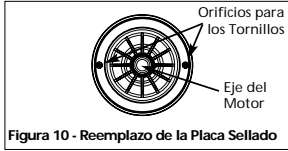

Figura 10 - Reemplazo de la Placa Sellado
- Deslice con cuidado la placa de sellado sobre el eje de modo que no se mueva el sello de su posición en la placa de sellado. Durante el ensamblado, la placa de sellado debe estar orientada de modo que los dos orificios estén en una línea horizontal a través del eje del motor y que las cuatro (4) clavijas de localización de la parte posterior estén alineadas con las lengüetas del armazón del motor (Figura 10). Esta ubicación se debe hacer para asegurar un drenaje y cebado adecuados.